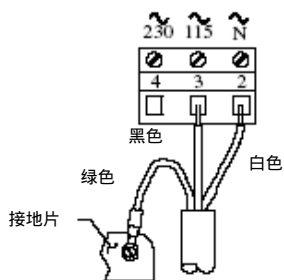

图 2-13
- 序列号前缀带“B”分析仪的机箱底部接地条（5 个开孔，图2-13、2-14 或2-15）